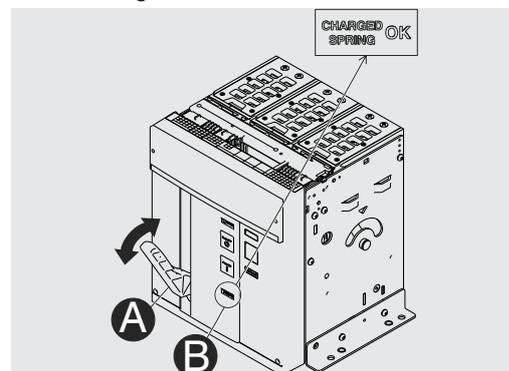

Figura 75
2. Carica delle molle - Tirare la leva [A] verso il basso più volte fino a quando il segnalatore di molle cariche [B] è "giallo - CHARGED SPRING" come indicato in Figura 75.